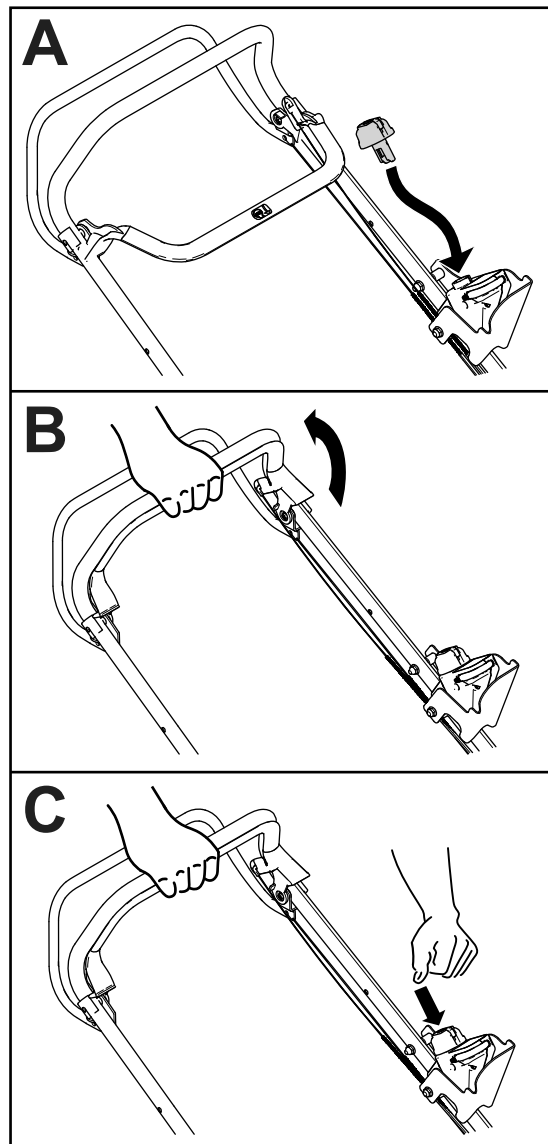

Bild 19
- Stecken Sie den Elektrostarttaster siehe [Lage des Elektrostarttasters \(Seite 16\)] in den Elektrostartschalter (A in Bild 19).
- Drücken Sie den Schaltbügel und halten Sie ihn gegen den Holm (B in Bild 19).
- Halten Sie den Elektrostarttaster gedrückt, bis der Motor startet und das Messer sich zu drehen beginnt (C in Bild 19).